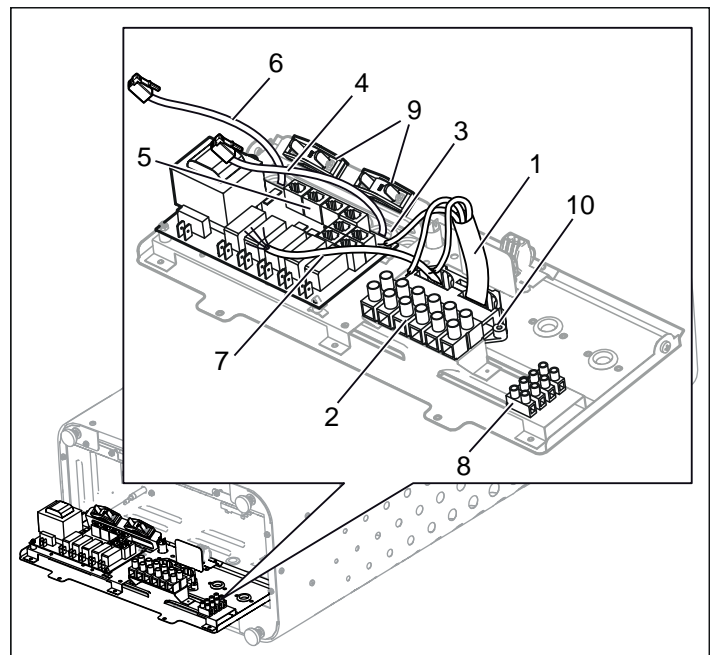
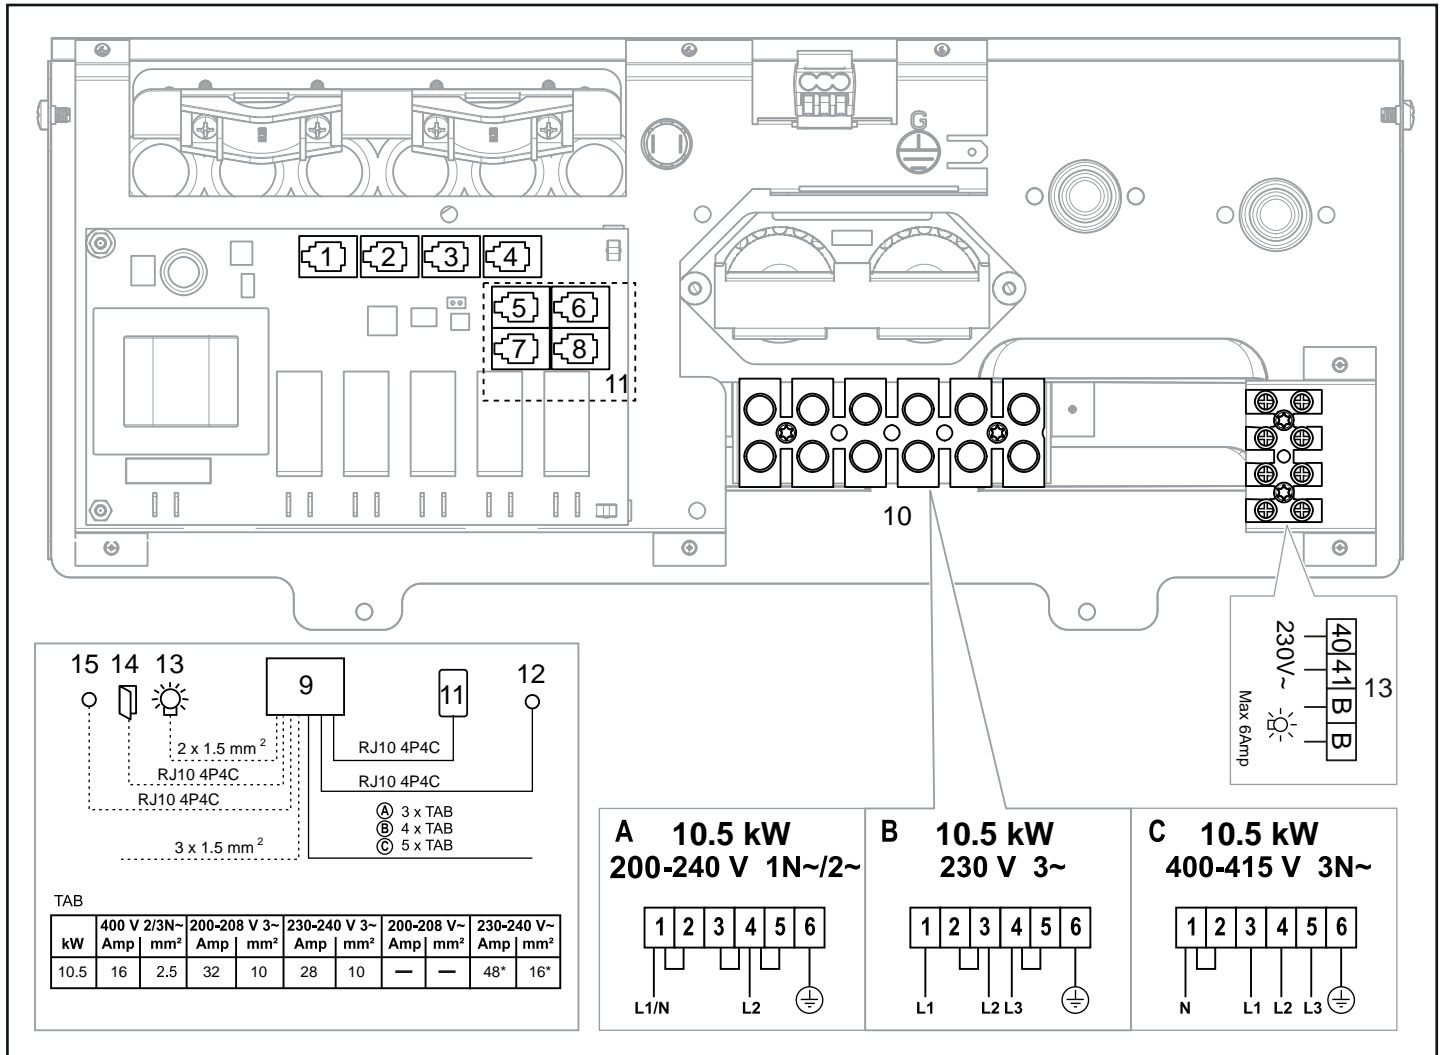

Рисунок 8: Монтажная плата
Рисунок 11: Схема соединений
3. Подключите провод (1) к соединению (2) (см. рис. 8) согласно схеме соединений (см. раздел Подключение/схема соединений, страница 29).
4. Протяните кабели к панели управления и датчику температуры через кабельные вводы (3). Подключите кабель панели управления (4) к одному из четырех контактов RS485 (поз. 5-8) (5) (см. рис. 8) в соответствии с схемой соединений (см. раздел Подключение/Схема соединений, страница 29).
5. Подключите кабель датчика (6) к NTC-контакту на плате (поз. 1) (5) (см. раздел Подключение/Схема соединений, страница 29) в соответствии с схемой соединений (см. раздел Подключение/Схема соединений, страница 29).
6. Подключите провод к соединению (7) см. рис. 8, страница 27, к клеммнику (8) согласно схеме соединений, рис. 11, страница 29.
При подключении к источникам напряжения или при ином числе фаз, если это не указано в схеме соединений, рис. 11, страница 29, свяжитесь с технической службой Tuulö.